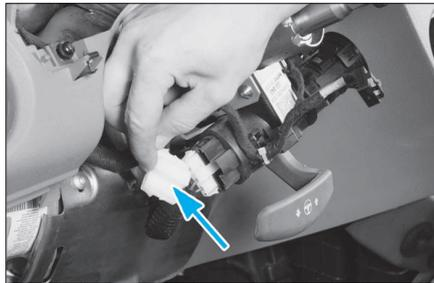

FIG. 55
- Débrancher les connecteurs du contacteur de démarrage (Fig.55).